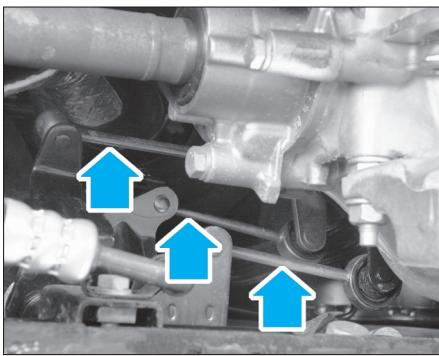

FIG. 4
- Au niveau de la boîte, par le dessous, désaccoupler les bielles de commande des vitesses (Fig.4).